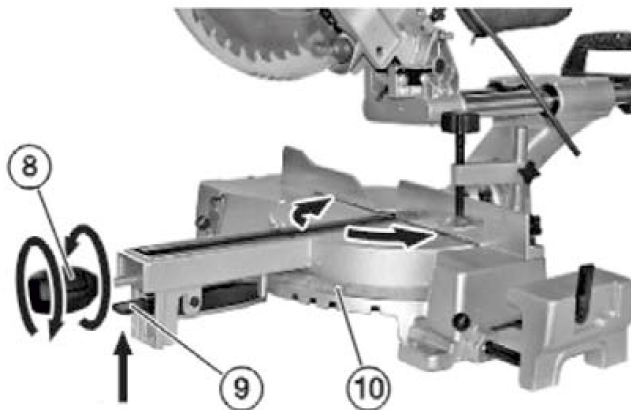

Рис. 7
1. Нажмите и удерживайте фиксатор поворотного стола (9) (кроме ПТ 1221)
2. Ослабьте ручку поворотного стола (8) (Рис. 7) против часовой стрелки (кроме ПТ 1221). Ослабьте винт фиксации поворотного стола (5) (Рис. 1) против часовой стрелки (для ПТ 1221)
3. Поверните поворотный стол (10) на нужный угол
4. Отпустите фиксатор поворотного стола (9) (кроме ПТ 1221)
5. Зафиксируйте ручку поворотного стола (8) (Рис. 7) (кроме ПТ 1221). Зафиксируйте винт фиксации поворотного стола (5) (Рис. 1) (для ПТ 1221)